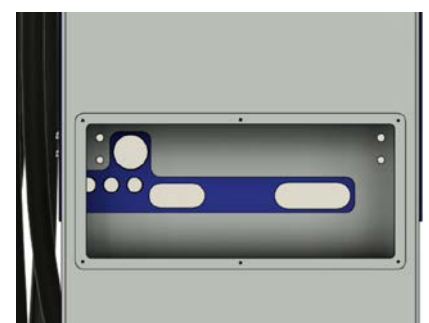

Abb. 18: Service-Deckel Standfuß entfernt
- 3** Den Service-Deckel abnehmen: siehe Abb. 18.